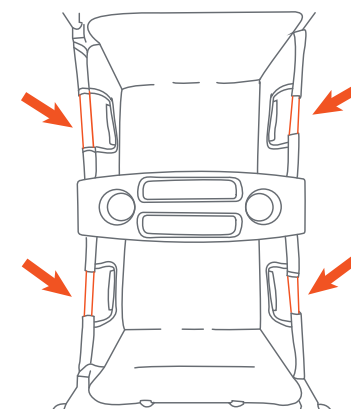
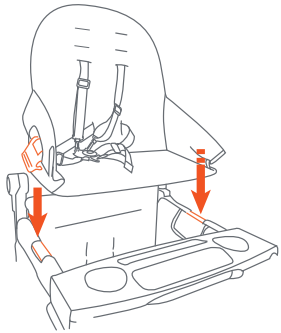
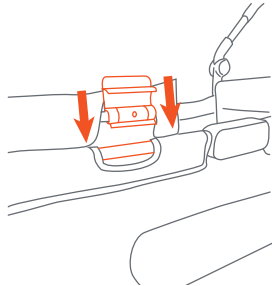

Fig. 7f
Fig. 7g
Fig. 7h
- Line up the plastic tabs on the child seat with the rails (Fig. 7f) on the wagon frame (Fig. 7g & Fig. 7h).
- Alinee las pestañas de plástico del asiento para niños con los rieles (Fig. 7f) del marco del vagón (Fig. 7g y Fig. 7h).